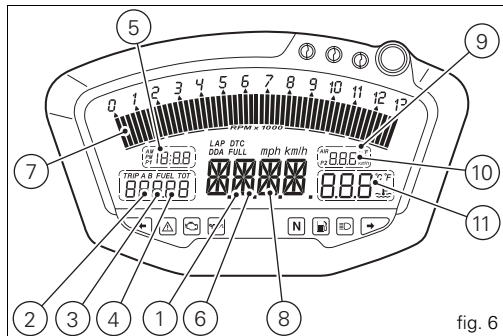

fig. 6
12) SERVICING INDICATOR (SERV) (fig. 6).